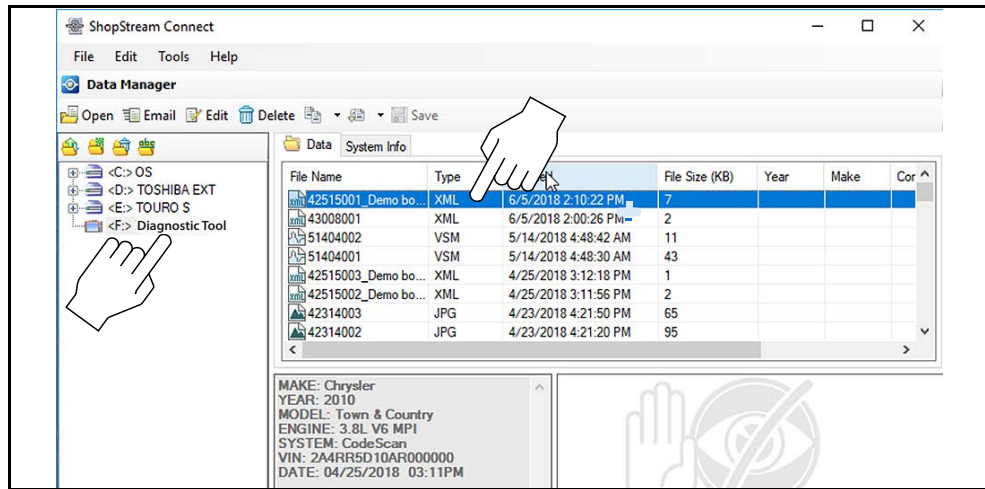

Abbildung 6-9
1. Doppelklicken Sie in der Dateiliste auf die XML-Datei des Code-Scans, um den Fahrzeugsystembericht (Abbildung 6-9) im Code-Scan-Viewer (Abbildung 6-10) zu öffnen.